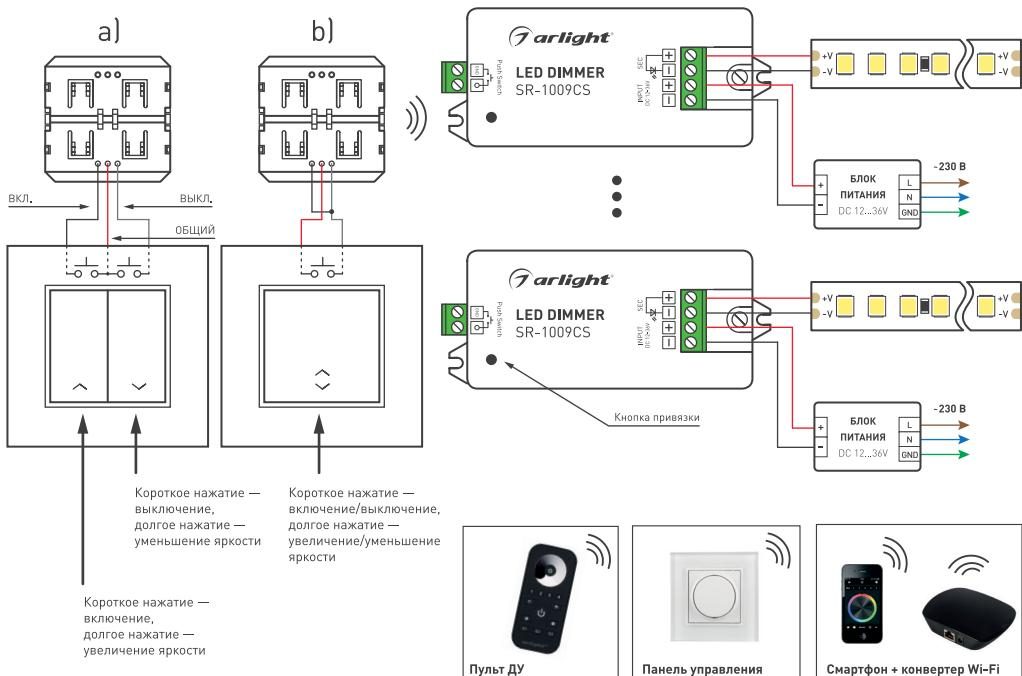

Рисунок 1. Подключение оборудования на примере диммера SR-1009CS.
- Подключите к конвертеру кнопочный выключатель без фиксации с двумя группами нормально разомкнутых контактов (Рисунок 1а) или с одной группой нормально разомкнутых контактов (Рисунок 1б).
- Подключите светодиодную ленту, диммеры и блок питания (см. инструкции к используемому оборудованию). Пример подключения оборудования приведен на рис. 1.
- Проверьте работу управления. Функции кнопок приведены на рис. 1.